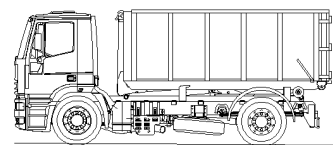

Bild Nr. 15
12.	Den Hakenarm in die vordere Endlage ausschieben (Bild Nr. 15).
13.	Den Hakenarm in die vordere Endlage ausschieben (Bild Nr. 15).